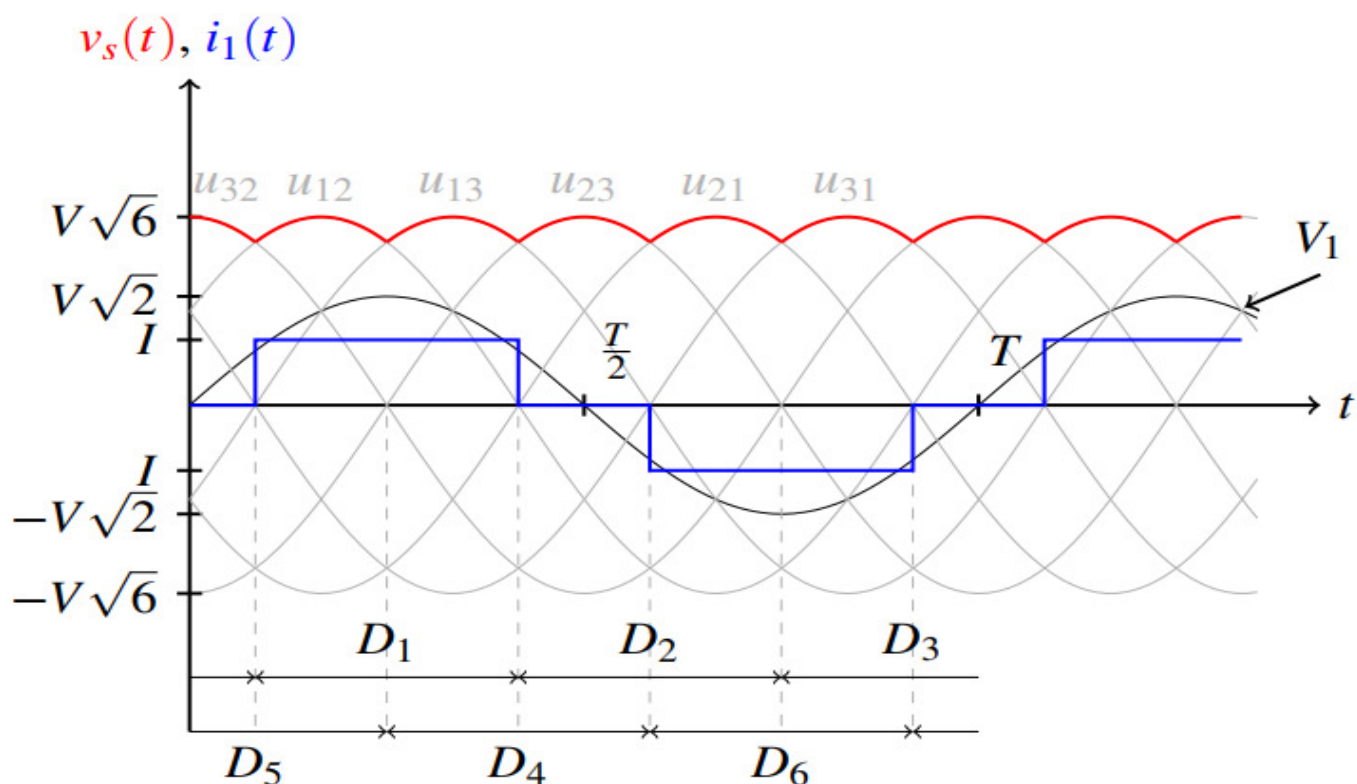

FIGURE 1 – Séquence de conduction des diodes et grandeurs électriques caractéristiques d'un PD3.
1. La séquence de conduction des diodes est définie par les instants de commutation naturelle. La charge appelant un courant constant, à chaque instant une des diodes à cathodes communes conduit avec une des diodes à anodes communes. Pour les diodes à cathodes communes, la diode qui conduit est celle qui voit son potentiel d'anode le plus élevé. De même, pour les diodes à anodes communes, la diode qui conduit est celle qui voit son potentiel de cathode le moins élevé. La séquence de conduction des diodes est représentée à la FIGURE 1.
Il est alors possible de représenter le courant dans la phase 1 (en bleu sur la FIGURE 1).